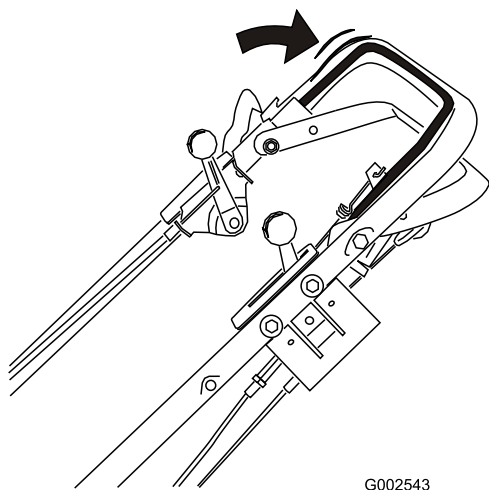

Bild 15
2. Drücken Sie den Messerschaltbügel gegen den Griff und halten Sie ihn gegen den Griff gedrückt (Bild 15).